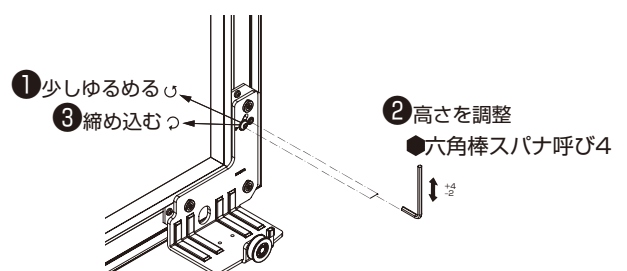

図 2-6-4
(4)調整は、ローラー①～④にあるねじを回して行ってください。(図 2-6-4)